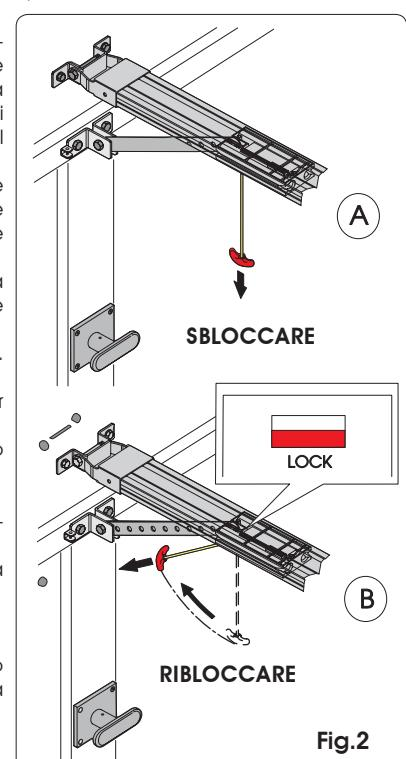

Fig.2
- Sbloccare l'operatore tirando verso il basso la maniglia di sblocco (Fig. 2 rif. A).
- Riblocchiar l'automazione tirando orizzontalmente la maniglia (Fig. 2 rif. B) ed accertarsi che, al rilascio, la finestrella "LOCK" posta sotto al carrello sia di colore rosso, a conferma del corretto riammuro.